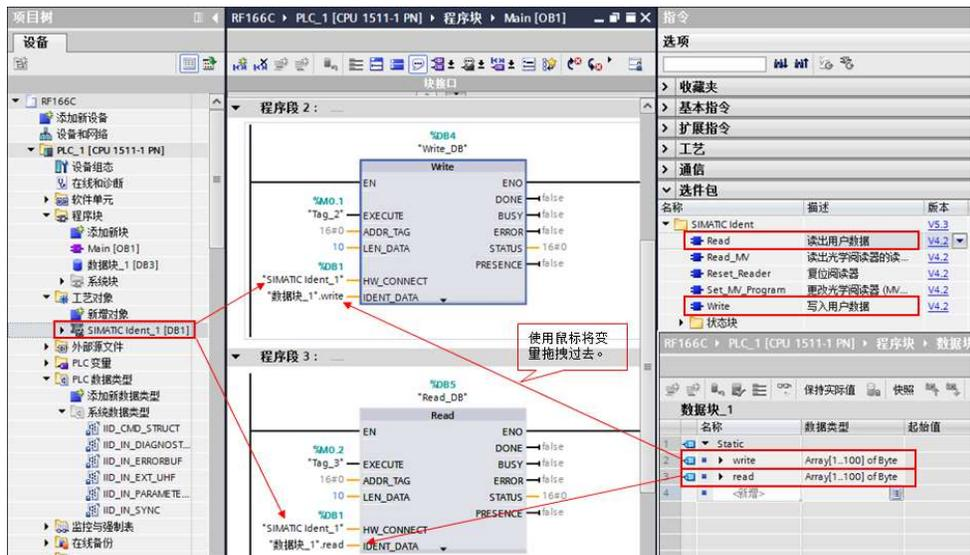

图 4-5 调用写和读指令块
(3) 调用写指令和读指令，将数据块 write 数组中前 10 个字节的数据，写入标签从 0 开始的地址；然后再将标签中的从地址 0 开始的 10 个字节数据，读取并存储到数据块 read 数组中前 10 个字节，如图 4-5 所示：